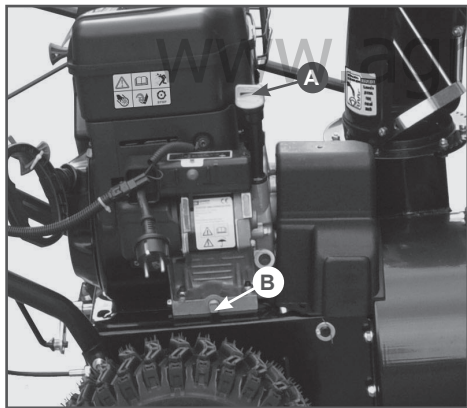

Рис.11 Замена масла
2. Откройте крышку маслозаливной горловины (рис. 11-A).
3. Подставьте под сливное отверстие подходящую емкость и открутите болт отверстия для слива масла (Рис.11-B).